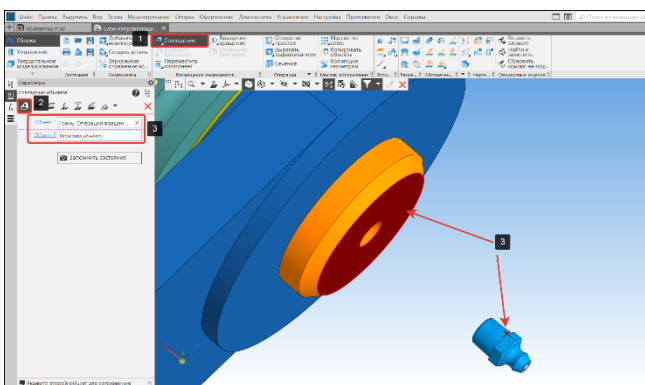

Рисунок 321 – Сопряжение Совпадение Масленка-Ось
- В панели размещение компонентов выберем операцию совпадение (1) подоперация совпадение (2) (Рисунок 321);
- Зададим совпадение граней (3) оси и масленки (Рисунок 321);